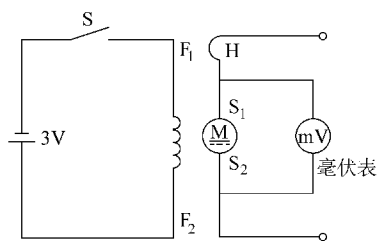

图 10-1 电刷中性线位置检查法
① 用细砂纸研磨电刷接触面，并用干净布擦磨电刷与换向器的接触处，装好电刷，通入电压，使直流电动机在低转速轻载下空转 1h 左右。
② 用细砂纸稍微磨小电刷，使电刷在刷架内上下活动自如。
③ 按直流电动机原来的型号和尺寸，更换合格的新电刷。
④ 重新调整电刷分布位置。
⑤ 按正确的方向，重新连接换向极绕组的接线，并用 500V 的绝缘电阻表测绝缘情况，线圈短路严重时应更换线圈。
⑥ 打开直流电动机，认真观察电枢绕组与换向器脱焊点，并重新焊接。
⑦ 调整刷杆座至原位或用感应方法重新找出电刷中性线位置。例如，在电动机停电时，将毫伏表接到相邻两组的电刷上，励磁绕组串联一个开关，接上 3V 的电池，当通断开关时，毫伏表指针即左右摆动，这样连续反复通断开关，将电刷架位置来回移动，直到指针摆动最小时，电刷位置即正好在中性线上，如图 10-1 所示。
⑧ 找一个弹簧秤，校正电刷压力，在 $150 \sim 250\text{g}/\text{cm}^2$ 之间最佳。
⑨ 擦拭换向器不洁处，将云母绝缘物适当消除掉。
⑩ 检查负载过载原因，是电动机轴承引起的要更换轴承，是机械负载引起的应修理机械故障点，电动机容量不适当时应更换一台容量大的直流电动机。